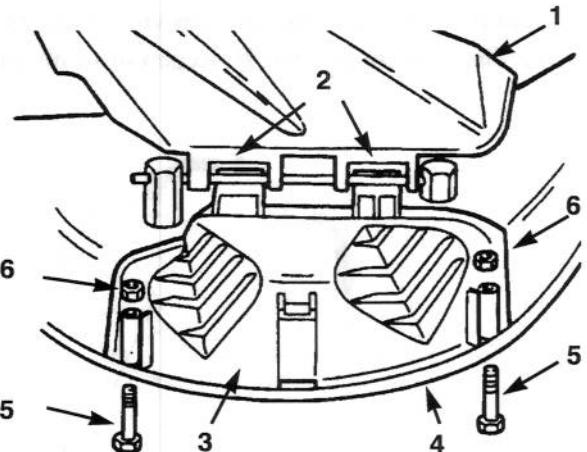

Bild 13
1. Das Prallblech anheben und die Nasen an der Oberseite der Auswurfabdeckung unter die Prallblechbefestigungsstange schieben. Die Auswurfabdeckung abwärts über die Öffnung und auf die untere Kante des Mähwerks bringen (Bild 13).
2. Die Auswurfabdeckung auf der unteren Mähwerkclippe mit Schrauben und Muttern absichern (Bild 13).